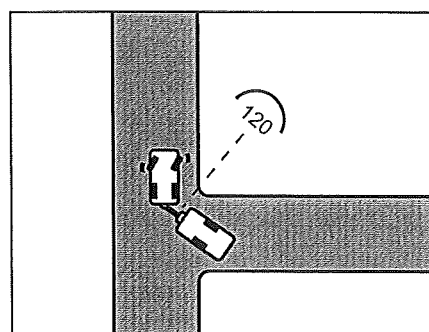

Bild 10 Start
- Stanna genast när bilen och husvagnen står i ca 120° vinkel mot varandra (Bild 10).